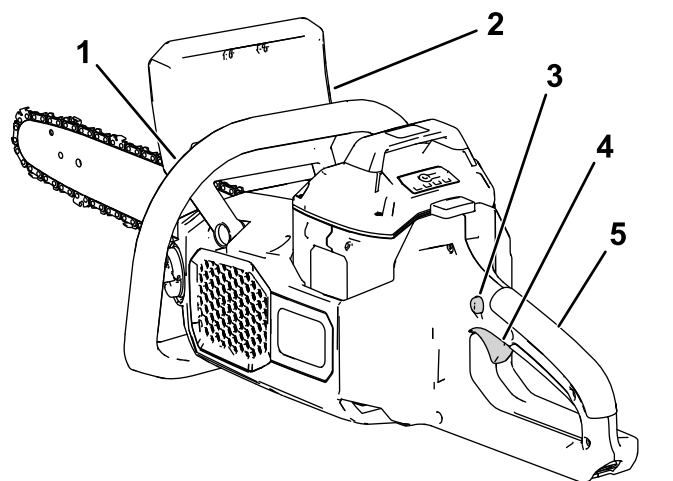

Figura 9
7. Com a mão esquerda na pega frontal e a mão direita na pega traseira, pressione o bloqueio do gatilho e, em seguida, aperte o gatilho (Figura 9).